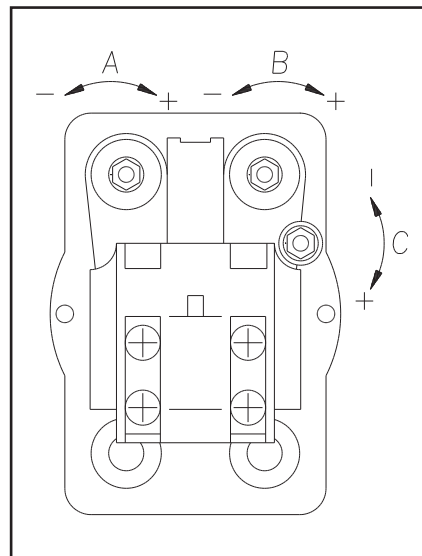

Fig.4
**Pressure adjustment (fig. 4):**
**Druckwerteinstellung (Abb. 4):**